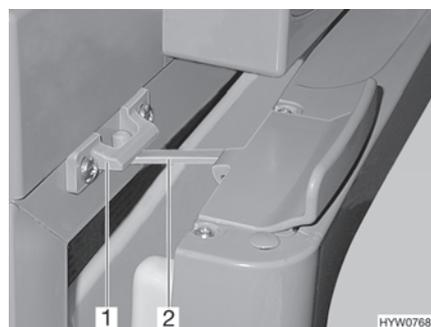

Fig. 108 Porta del frigorifero in posizione di ricircolo d'aria (Thetford)
- Aprire il bloccaggio (Fig. 108,2) e innestarlo nella sede di bloccaggio (Fig. 108,1). In questo modo la porta del frigorifero rimane ferma in posizione socchiusa.